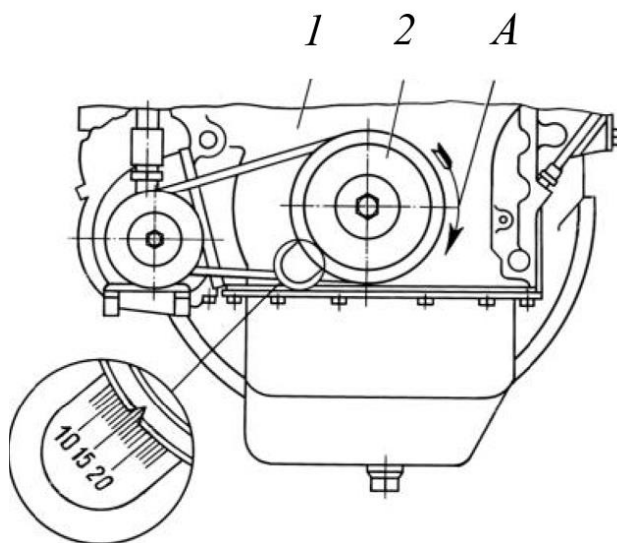

Рисунок 3.42. Установка поршня первого цилиндра в положение «Верхняя мертвая точка»
- ▶ Вращая коленчатый вал по часовой стрелке (со стороны ремня навесных агрегатов) ключом за болт крепления шкива и внимательно наблюдая за движением впускного клапана первого цилиндра, установить момент, когда он полностью поднимется (т.е. полностью закроется), после чего провернуть вал еще на 1/4-1/3 оборота. В это время в первом цилиндре происходит такт сжатия, и оба клапана (впускной и выпускной) этого цилиндра закрыты. Для контроля правильной установки на корпусе блока шестерен есть метки. Метка на шкиве (подвижная метка) должна совпасть с неподвижной меткой (0 град.) на корпусе, рис. 3.42.